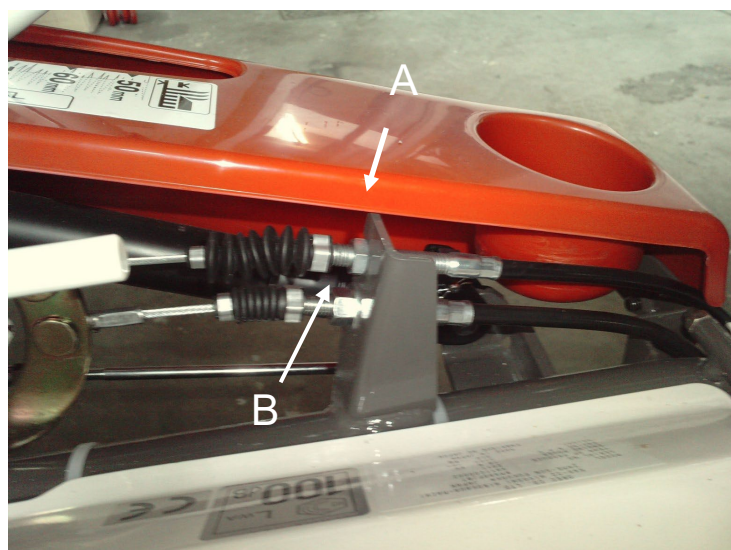

Figura 27
- Se la cinghia slitta, stringere il cavo mediante l'apposito dado (B, Figura 27) fino a quando la molla del cavo inizia ad essere in tensione.